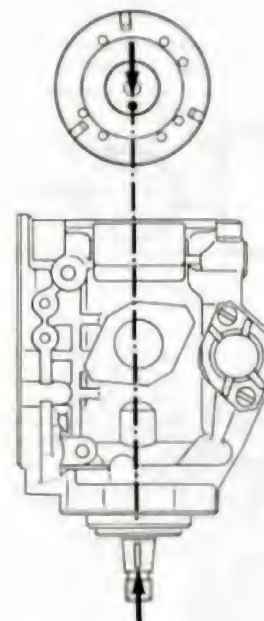

Fig. 27.
- Placer le disque à cames de façon à aligner l'ergot d'entraînement du piston avec la rainure de clavette sur l'arbre d'entraînement (fig. 27).
— Le carter de pompe étant en position verticale, introduire le ressort de compression dans l'alésage du croisillon et poser le disque à cames (fig. 27) suivant le repère (ergot d'entraînement aligné avec la rainure de clavette sur l'arbre).